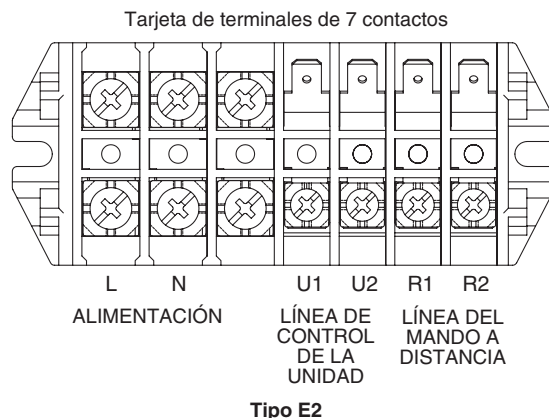

Fig. 4-2
- (1) Consulte la sección 4-2. "Longitud de cables y diámetro de cables recomendados para el sistema de alimentación" para la explicación de "B", "C" y "D" en el diagrama anterior.
- (2) El diagrama de conexiones básicas de la unidad interior muestra las tarjetas de terminales, por lo que las tarjetas de terminales de su equipo pueden ser distintas de la ilustrada. (Fig. 4-2)
- (3) Deberá ajustarse la dirección del circuito refrigerante (R.C.) antes de conectar la alimentación.
- (4) Respecto al ajuste de la dirección R.C., consulte las instrucciones de instalación suministradas con la unidad exterior. El establecimiento automático de direcciones se puede ejecutar con el mando a distancia de forma automática. Consulte las instrucciones de instalación suministradas con el mando a distancia (opcional).